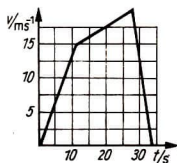

Bild 13
2.27 Ein Fahrzeug bewegt sich nach dem im Bild 13 dargestellten  $v, t$ -Diagramm. Entwickeln Sie daraus das  $a, t$ - und das  $s, t$ -Diagramm.